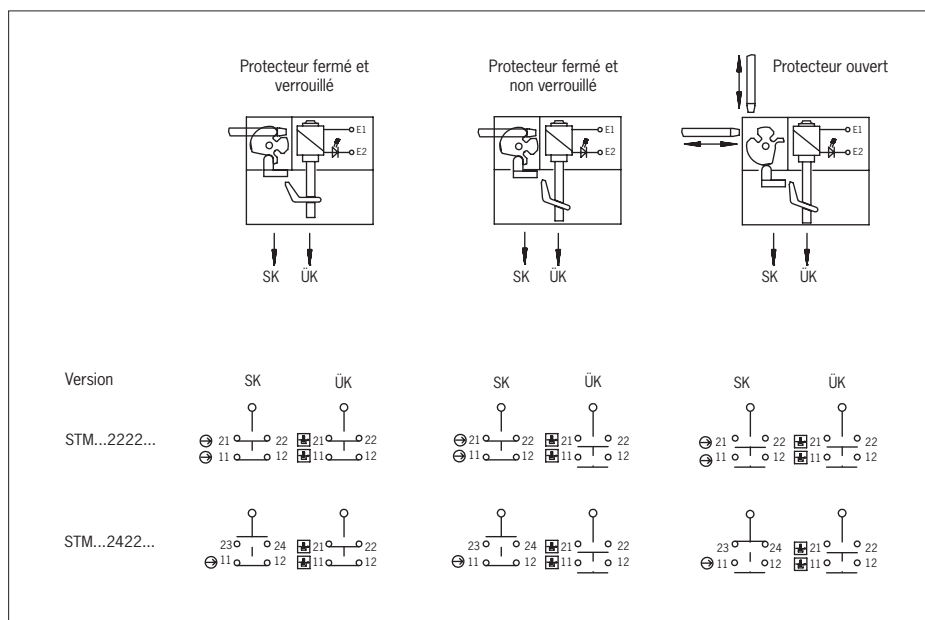

Fig. 4 : Éléments de commutation et fonctions de commutation
Utiliser au moins un contact  $\odot$ . Il est également possible d'utiliser des contacts portant le symbole  $\square$  (affectation des contacts, voir Fig. 4).
- Effectuer le raccordement et serrer les bornes au couple de 0,5 Nm (affectation des contacts, voir Fig. 4).